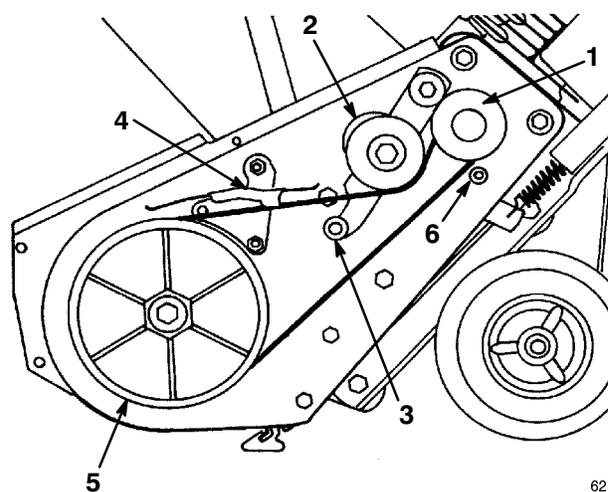

Figure 24
7. Tirez la poulie folle et déposez la courroie d'entraînement de la poulie de turbine, l'ensemble bras de frein et la poulie du moteur (Fig. 24).
8. Enroulez la courroie d'entraînement neuve autour de la poulie du moteur, sous la poulie folle, sur le galet, dans l'ensemble frein et autour de la poulie de turbine (Fig. 24).
IMPORTANT : La courroie d'entraînement doit passer en haut du galet, comme indiqué à la Figure 24.